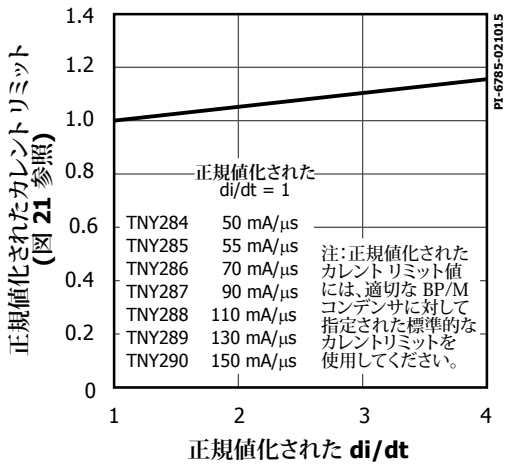

図 25. 標準カレントリミット vs. di/dt
- E. その他の di/dt 値でのカレントリミットについては、図 25 を参照してください。